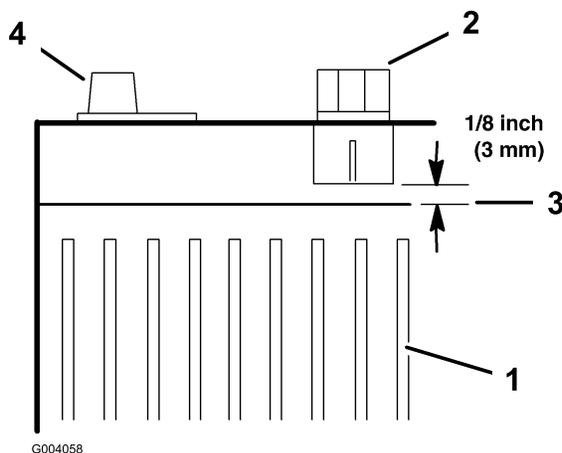

図 37
7. 電解液の量が給水口の下端から3mm程度になるように蒸留水を補給する 図 37。